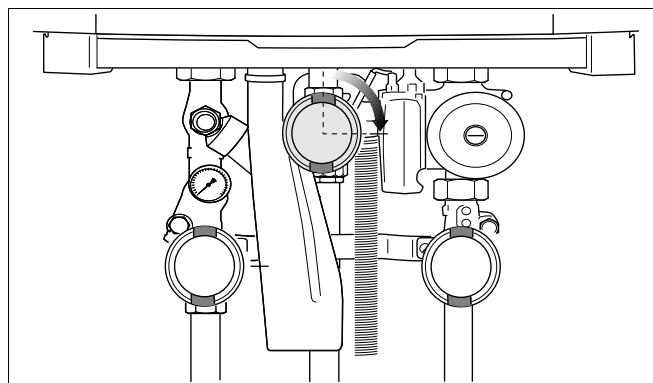

Fig. 74 Închideți robinetul de gaz
- Închideți robinetul de gaz (fig. 74).
- Dacă nu mai răsuflă aer închideți robinetul de gaz (fig. 74).